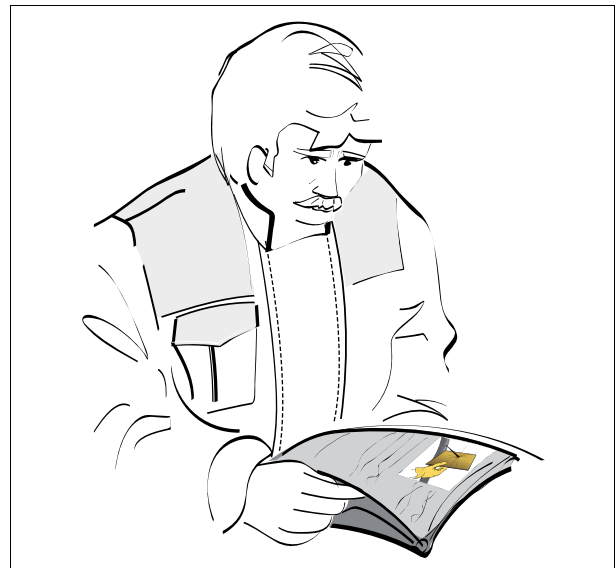

Abb. 1.
- das Lesen und Verstehen dieser gesamten Anleitung (im Zweifelsfalle oder bei Verständnisproblemen stets an den Händler wenden) Abb. 1